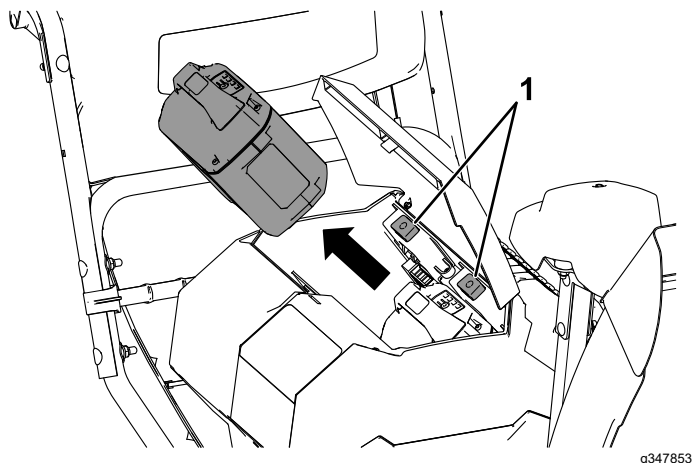

Figure 26
2. Appuyez sur le verrou de la batterie pour la débloquer et la retirer (Figure 26).